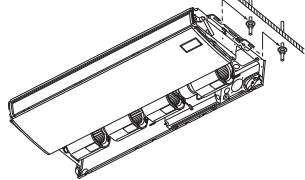

Abb. 3-25
b) Die Inneneinheit anheben und an den Einschnitten auf den Unterlegscheiben aufsetzen, damit die Inneneinheit in dieser Position fixiert werden kann. (Abb. 3-25)